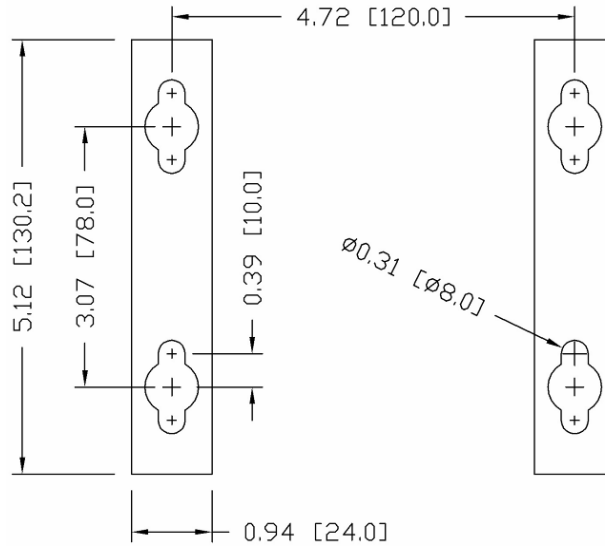

Abbildung 3-13: Lochmuster für die Montage der Wandhalterung
4. Die Position der Montagelöcher gemäß den in Abbildung 3-13 gezeigten Abmessungen auf der vertikalen Oberfläche markieren. Sie können auch das Terminal an die Oberfläche halten und die Markierung durch die Halterungslöcher vornehmen. Die Abmessungen sind in Zoll und [mm] angegeben.